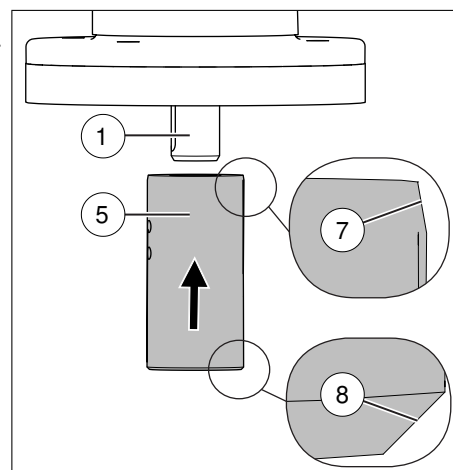

FIG. 13 : Montage de l'adaptateur
2. Pousser l'adaptateur sur l'arbre d'entraînement. Le chanfrein extérieur abrupt doit se trouver dans la direction du moteur (Fig. 13).